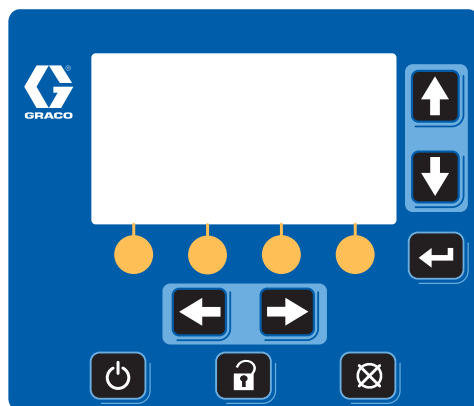

FIG. 8: Displaymodule
- Displaymodule (G). Alleen gemonteerd op Ram A. Voorziet Bedrijfsschermen, Instelschermen en bedieningsknoppen. Zie FIG. 8, pagina 14.